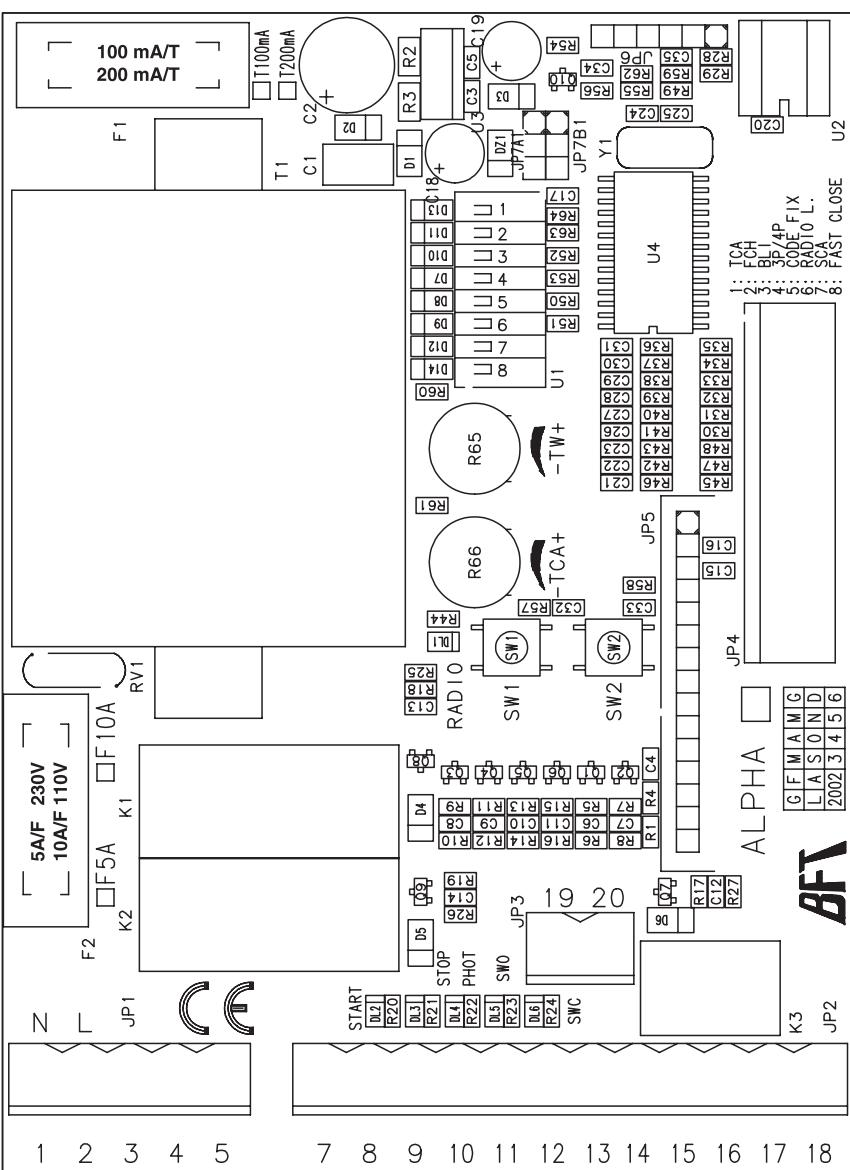

Fig. 4
13) ACESSÓRIOS**SPL (fig.4).**